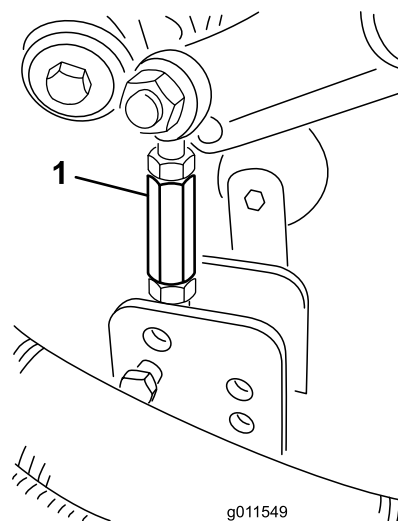

Figure 28
9. Enlevez les goupilles fendues et les axes de chape qui fixent les biellettes d'amortisseurs aux supports du plateau de coupe (Figure 28).